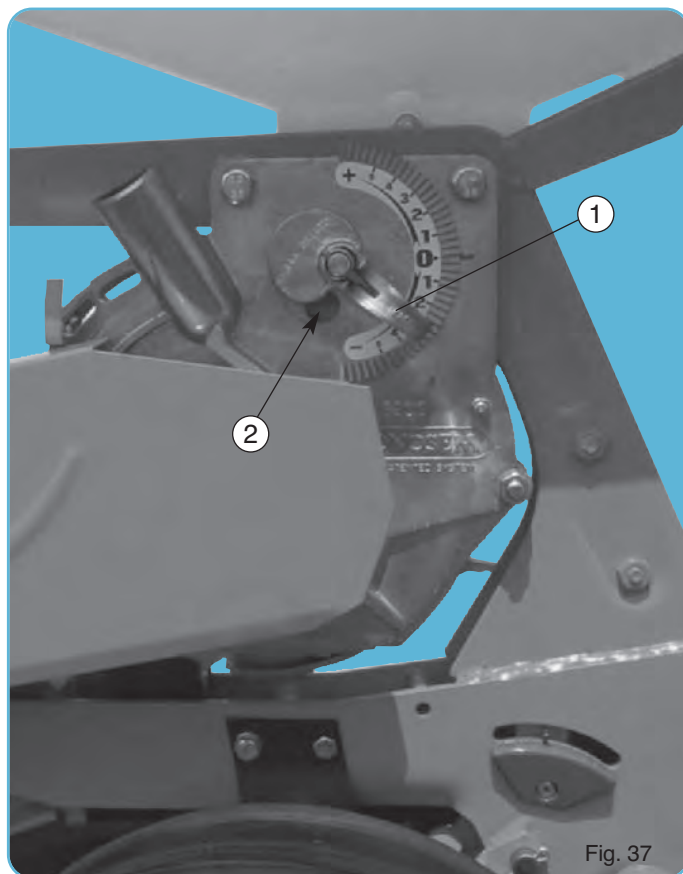

Fig. 37
When the indicator (1) is positioned to - (fig. 37), it lowers the scraper over the holes, reducing the degree of suction (opening the size of the hole (2)). This may cause skipping.
Atunci când indicatorul (1) este mai aproape de - (fig. 37), placa de selecție este mai jos deasupra orificiilor discului, micșorând nivelul de aspirație (deschizând priza de aer (2)), ceea ce poate duce la rateuri de distribuție.